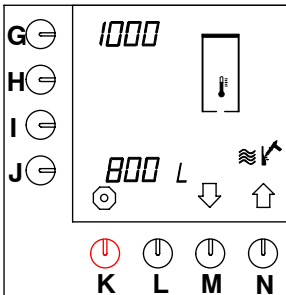

Fig. 51 Señal de descalcificación del sistema de calentamiento de agua
- La señal de descalcificación del sistema de agua caliente está fijada por estándar en 1.000 litros para todos los tipos, ver la posición situada junto a la tecla de selección (G.) en la fig. 51 .
- Mantenga apretada la tecla de programación (M.)↓ hasta que en el display aparezca la fig.51 .